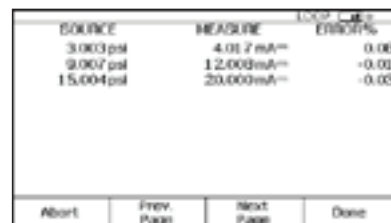

Figura 28.
13. Una vez realizado el ajuste, seleccione "As Left," "Done" y "Manual Test" y repita el paso (9). Si el ajuste se ha realizado con éxito, todos los errores del resumen de los resultados de la ejecución aparecerán en vídeo normal (Figura 28).